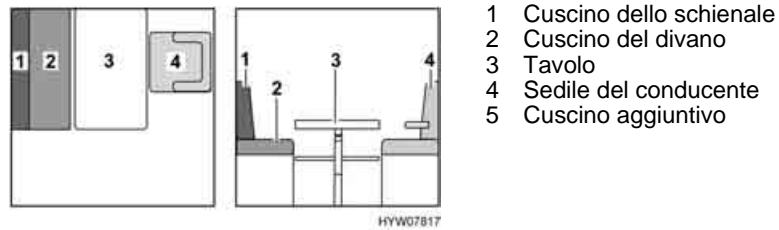

Fig. 118 Prima della trasformazione
- Ruotare il sedile del conducente (Fig. 118,4) e spostarlo completamente in avanti.
- Trasformare il tavolo (Fig. 118,3) in struttura di supporto letto (vedi paragrafo 6.7).